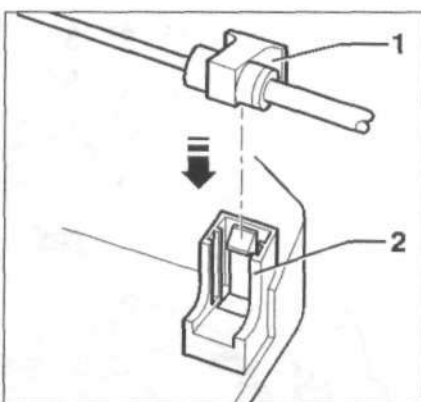

Рис. 12.57. Запрессуйте трос 1 в блокировочное устройство 2.
11. Запрессуйте трос 1 в блокировочное устройство 2 (рис. 12.57).